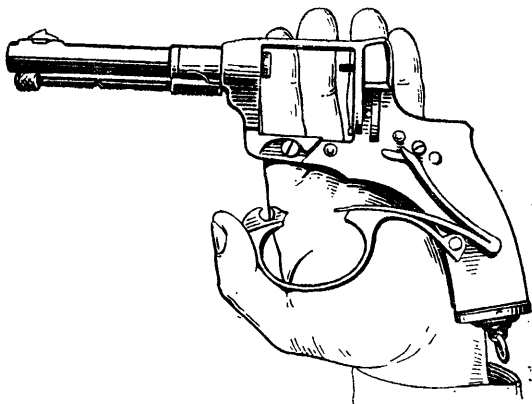

Рис. 38. Как освободить боевую пружину
12) **освободить боевую пружину:** удерживая револьвер на ладони левой руки, надавить мякотью ладони у большого пальца на спусковую скобу, а правой рукой при помощи отвертки освободить (не вывинчивая окончательно) винт спусковой скобы; затем, постепенно ослабляя нажим ладонью левой руки, дать спусковой скобе возможность повернуться передним концом вниз и освободить боевую пружину (рис. 38);